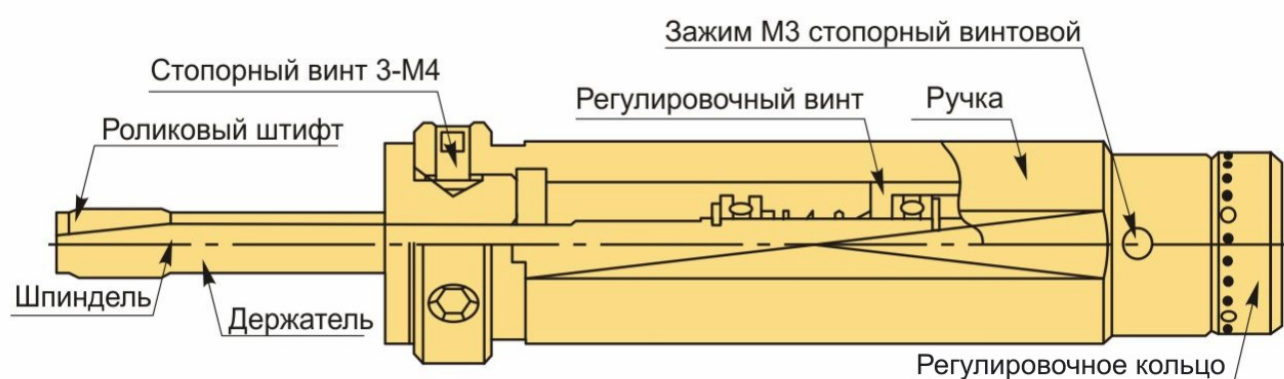

Рис.1
1. Замена обоймы: ослабьте стопорные винты 3-М4 (см. Рис. 1) для снятия обоймы.
3. Замена оправки: Ослабьте установочный винт М3 (см. Рис. 1), выньте регулирующее устройство на заднем конце, выньте втулку регулировочного винта, выньте все аксессуары выше зажимной пружины, подшипника, пружины и так далее по очереди, а затем замените оправку.